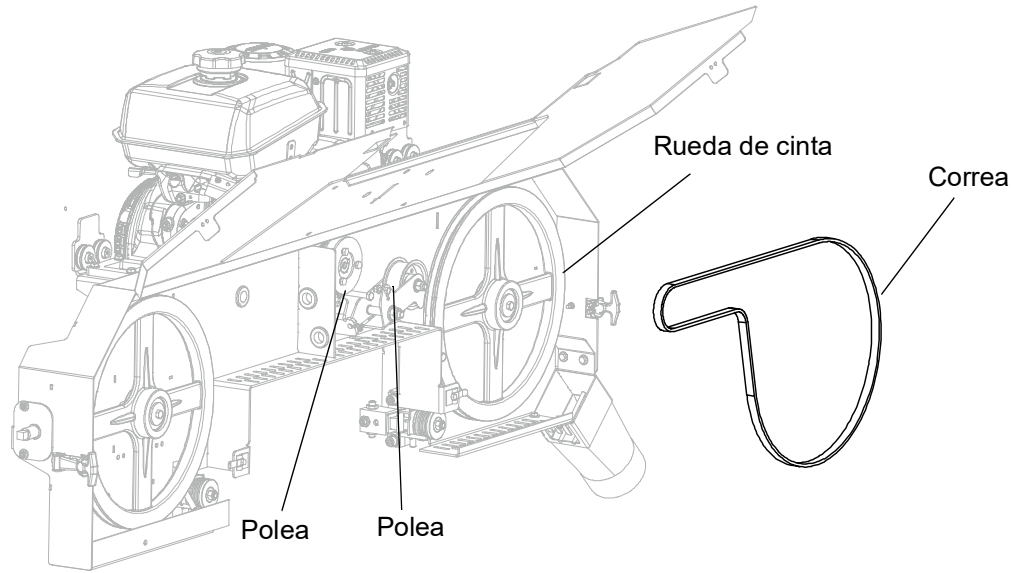

FIG. 3-22
11. Instale la correa en las ruedas de cinta y las poleas. Voir Figure 3-22.